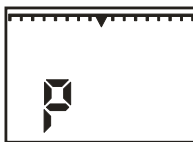

Рисунок 9.3
9.7 При разряде аккумуляторной батареи происходит сброс индикации измеряемой концентрации, на индикаторе отображается надпись " P ", 16 сегментная "линейка" чиста (рисунок 9.3), и включается прерывистый кратковременный звуковой сигнал. При дальнейшем разряде аккумуляторной батареи питание газоанализатора отключается автоматически.